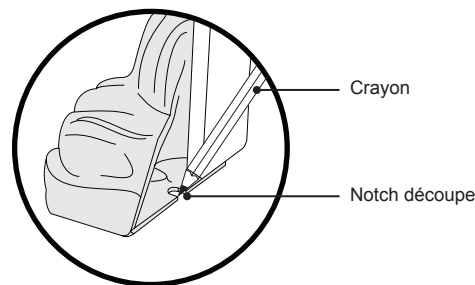

Figure 3. Montage Mark Hole
- ❶ Placez la baignoire Slipper à l'emplacement pré-déterminées, permanentes.
- ❷ En utilisant un crayon, marquer sur le terrain où la découpe encoche est à l'intérieur de chaque pied de griffe (Figure 3). Ce sera le cas le trou de montage seront forés dans le sol. Répétez cette étape pour les autres sites.
- ❸ Avec l'aide d'un assistant, soulevez délicatement la baignoire Slipper et placez-le sur le côté.